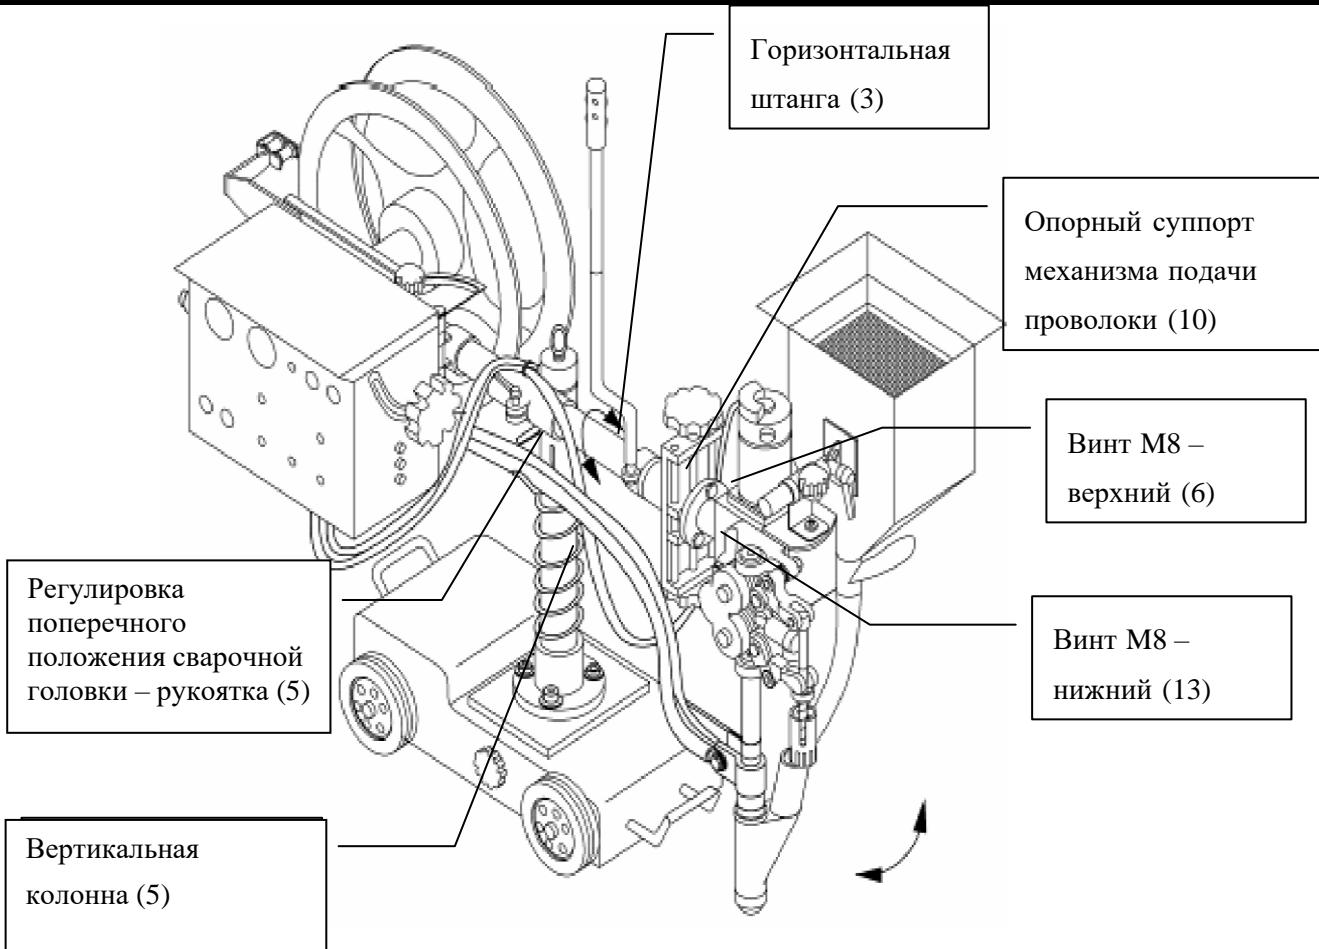

Рисунок 5: Регулировки положения сварочной головки
6. Поворот горизонтальной штанги (см. Рисунок 5)
7. Наклон сварочной головки (см. Рисунок 5)